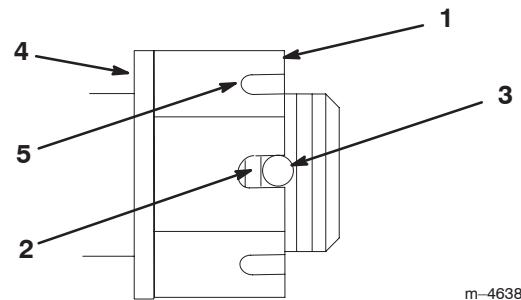

Figure 48
4. Serrez le boulon crénelé à 170 Nm (125 pieds-livre) (Fig. 48).
Remarque : On ne doit pas voir plus de 2 filets (Fig. 48).
6. Si plus de 2 filets sont visibles, enlevez l'écrou et placez une rondelle entre le moyeu et l'écrou (Fig. 48).
7. Serrez le boulon crénelé à 170 Nm (125 pieds-livre) (Fig. 48).
8. Serrez l'écrou jusqu'à ce que le jeu de fentes suivant soit en face du trou de l'axe (Fig. 48).